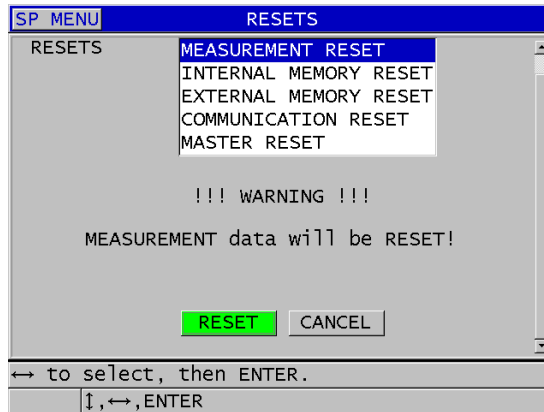

図 15-1 リセット機能をオンにする
3. リセット画面で、以下の操作を行います (289 ページの図 15-1 参照)。